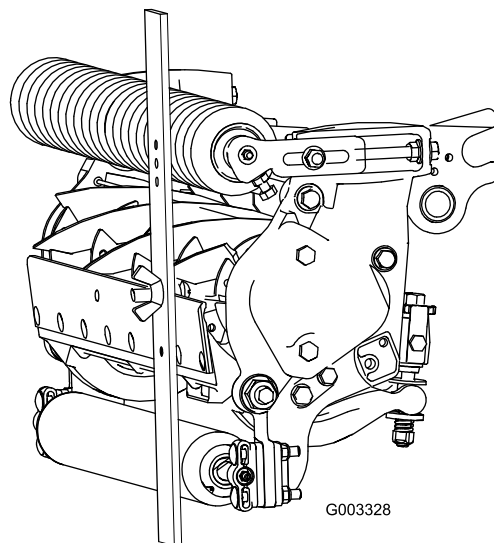

Figure 23
3. Accrochez la tête de la vis sur le bord tranchant de la contre-lame et appuyez l'arrière du gabarit contre le rouleau arrière (Figure 23).
4. Tournez la vis de réglage jusqu'à ce que le rouleau avant touche le gabarit (Figure 23). Réglez les deux